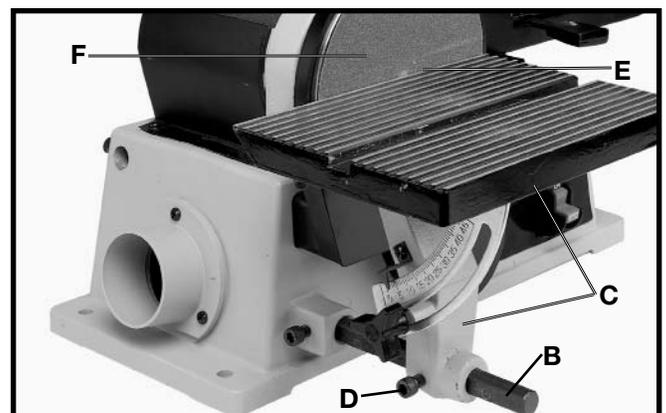

Fig. 12
2. Faites glisser l'ensemble de table (C) fig. 12, sur la tige (B) comme l'illustre la figure.
3. Installez une vis hex. à tête creuse hex. M8 x 1,25 x 20 mm (D) fig. 12, dans le trou du support de la table comme il est illustré. Alignez le méplat de la tige (B) avec la vis (D) et serrez la vis (D).
4.  **AVERTISSEMENT : POUR ÉVITER DE VOUS FAIRE PRENDRE LES DOIGTS OU DE COINCER LA PIÈCE ENTRE LA TABLE ET LE DISQUE DE PONÇAGE, LE BORD DE LA TABLE (E) FIG. 12, DOIT ÊTRE SITUÉ À UN MAXIMUM DE 1/16 po DU DISQUE DE PONÇAGE (F). DESERRER LA VIS (D) ET AJUSTEZ LA TABLE EN CONSÉQUENCE.**